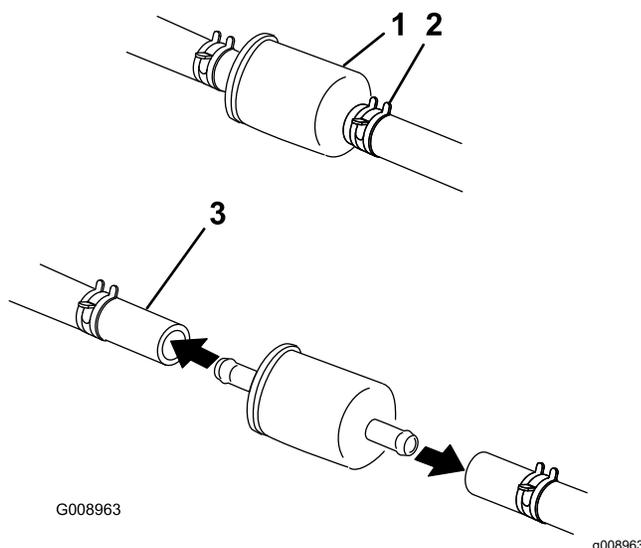

Figura 40
4. Aperte as pontas das braçadeiras de tubos e afaste-as do filtro (Figura 40).